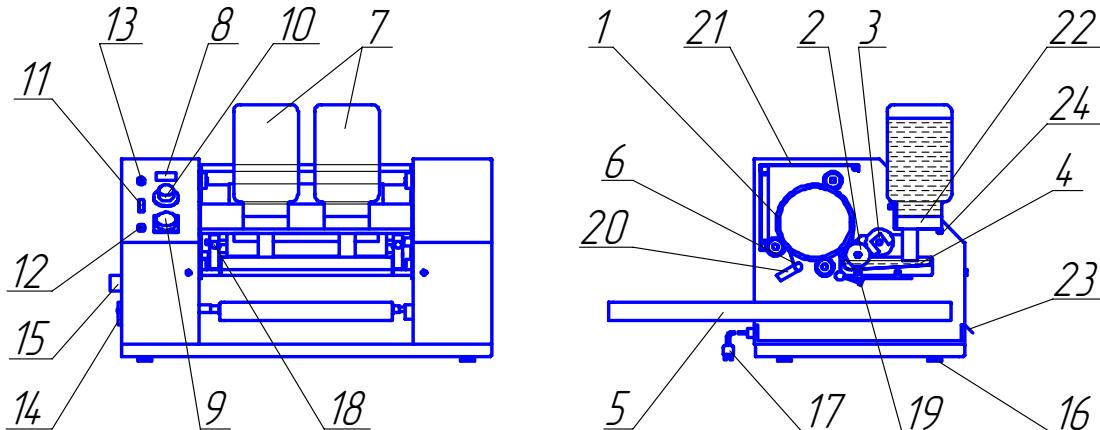

Рис.1. Автомат блинный РК-2.1
- 5.1 В технологическом процессе жарки блинчиков участвуют жарочный барабан 1, система подачи теста и формования блинной заготовки, нож 6 и транспортер 5 для укладки блинчиков в стопку (см. рис.1).
- 5.2 В состав системы подачи теста и формования блинной заготовки входят (см. рис.1):
- 6.1 Установите корпус автомата на рабочее место, добившись горизонтальности регулировкой ножек 16 (см. рис.1). Снимите с деталей корпуса автомата защитную пленку (при ее наличии) и протрите доступные поверхности слегка влажной чистой тканью. Обратите внимание, кожух 21 (см. рис.1) откидывается (фото 10 и 11).
- 7.9 Установите на свое место копир (фото 27) для квадратного или круглого блина. Для этого расположите копир на опорах штифтотом вправо, последовательно оттяните на себя рукоятки фиксаторов 18 (см. рис.1) и опустите оси копира в седла. При этом штифт копира необходимо разместить между штырями муфты (фото 28).
- 7.15 При необходимости можно регулировать зазор между валиком и жарочным барабаном винтами 19 (см. рис.1). Он должен быть примерно 0,6 мм. Для контроля этого зазора к автомату прикладываются два щупа толщиной 0,55 и 0,7 мм. Если завинчивать винты по часовой стрелке, то зазор будет больше, если отвинчивать - меньше. При наличии прорех в блинной заготовке (мало теста передается с валика на жарочный барабан) можно уменьшить зазор. При наличии потеков теста и излишней толщине блинной заготовки (слишком много теста) можно увеличить зазор.